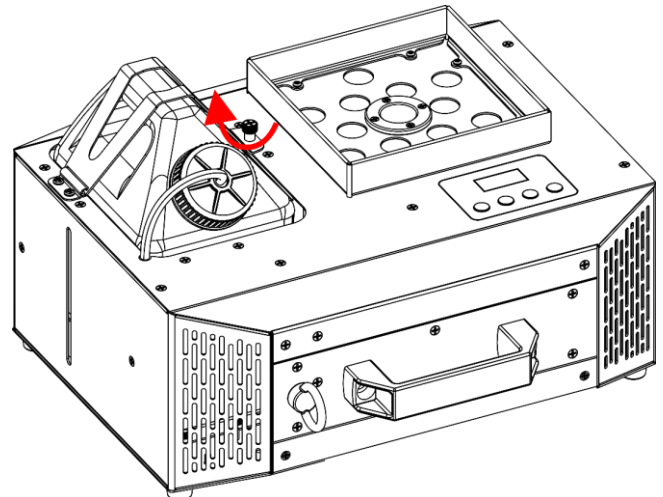

Abb. 47
- 12) Ziehen Sie die Sicherungsschraube für die **Tankhalterung (04)** fest, wie in Abb. 47 gezeigt.